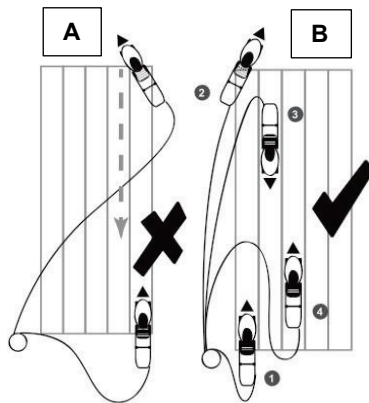

Рис. 2
- Поместите кабель удлинителя вблизи начальной точки (Рис. 2В, позиция 1).
- Обрабатывайте участок в последовательности, как показано на Рис.2В
ВНИМАНИЕ! Запрещен способ обработки, где продвижение культиватора идет в направлении кабеля, что сопряжено с опасностью его повреждения (Рис.2А).